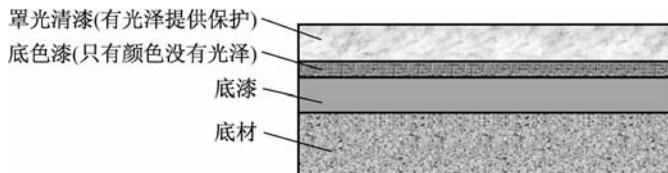

图 8-5 双工序面漆结构
(2) 双工序或多工序面漆。双工序面漆结构如图 8-5 所示。双工序是指面漆需要分两次施工来获得。第一次要喷涂底色漆，底色漆为金属漆或珍珠漆，干燥以后只能提供遮盖力，展现出绚丽的金属光泽。第二次要喷涂罩光清漆，罩光清漆层能提供光泽度和抗机械损伤的能力。底色漆层和清漆层合起来构成面漆层，现代轿车绝大多数都是双工序或多工序面漆。